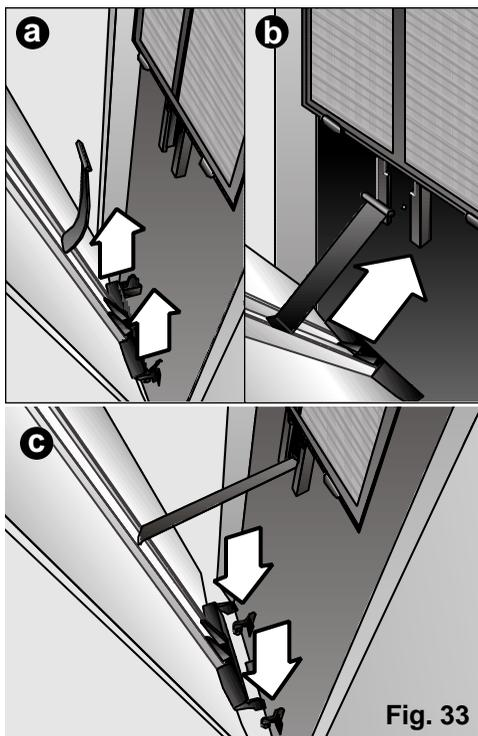

Fig. 33
- 1° Levez la porte jusqu'à ce qu'elle sorte des appuis inférieurs, (**Fig. 33: a**).
- 2° Placez le clip en plastique dans la rainure frontale de l'appareil (en forme de T) et faites-le glisser vers le bas, jusqu'à la butée de sécurité, (**Fig. 33: b**).
- 3° Placez soigneusement les crochets inférieurs de la porte dans les butées frontales de l'appareil, en évitant que le clip en plastique, placé au cours de l'étape précédente, ne sorte de son emplacement, (**Fig. 33: c**).